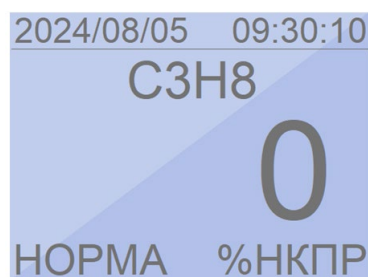

Рисунок 30 — Главный экран
3.5.4.2 По окончании прогрева газоанализатор переключается на главный экран (рисунок 30). На главном экране отображается от 1 до 6 сенсоров, текущая дата и время. В правом верхнем углу попеременно отображается текущая температура и влажность. Значения температуры и влажности не являются метрологическими параметрами, и приводятся для информации. В окне каждого газа дополнительно отображаются: единица измерений, номер сетевого адреса канала по передаче RS-485 и статус канала: (НОРМА - норма, П1 – порог 1, П2 – порог 2).